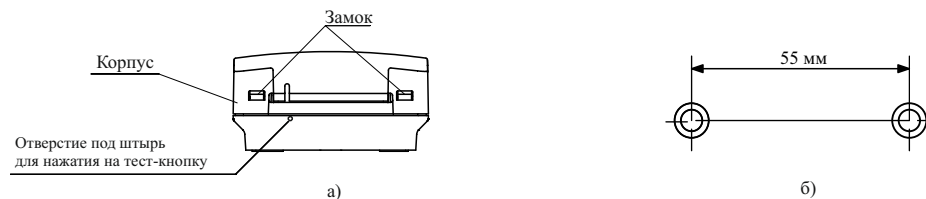

Рисунок 2
6.6 Для монтажа УДП на объекте необходимо снять корпус с основания, нажав отверткой на замки внизу корпуса (рисунок 2, а). Кнопка УДП при этом должна быть в ненажатом положении.